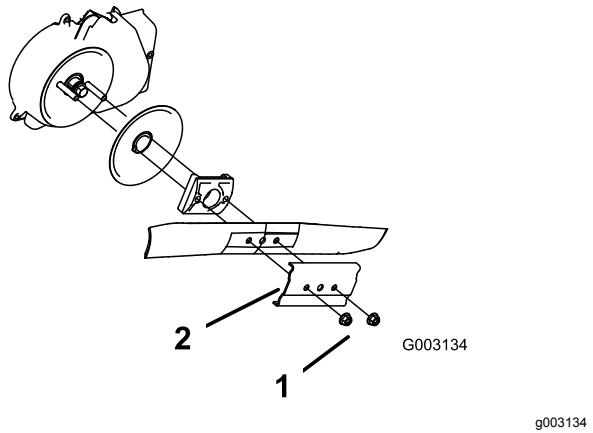

Figura 35
3. Retire las 2 tuercas de la cuchilla y el refuerzo (Figura 35).
4. Retire la cuchilla (Figura 35).
5. Instale la cuchilla nueva (Figura 35).